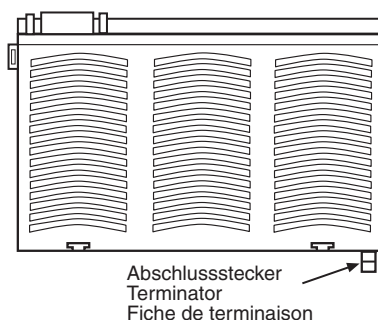

Fig. 3: Basisgerät montieren
- Stellen Sie sicher, dass kein Abschlussstecker gesteckt ist (siehe Fig. 3).
- Ensure that no terminator is connected (see Fig. 3).
- Assurez-vous qu'aucune fiche de terminaison n'est branchée (voir Fig. 3).